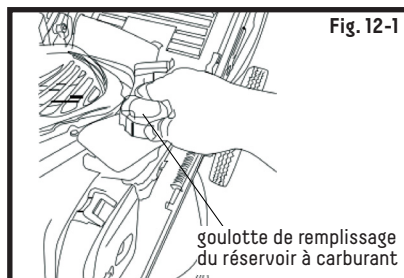

Fig. 12-1
5. Renforcez le bouchon de la goulotte après le remplissage: serrez à la main seulement (voir figure 12-1).